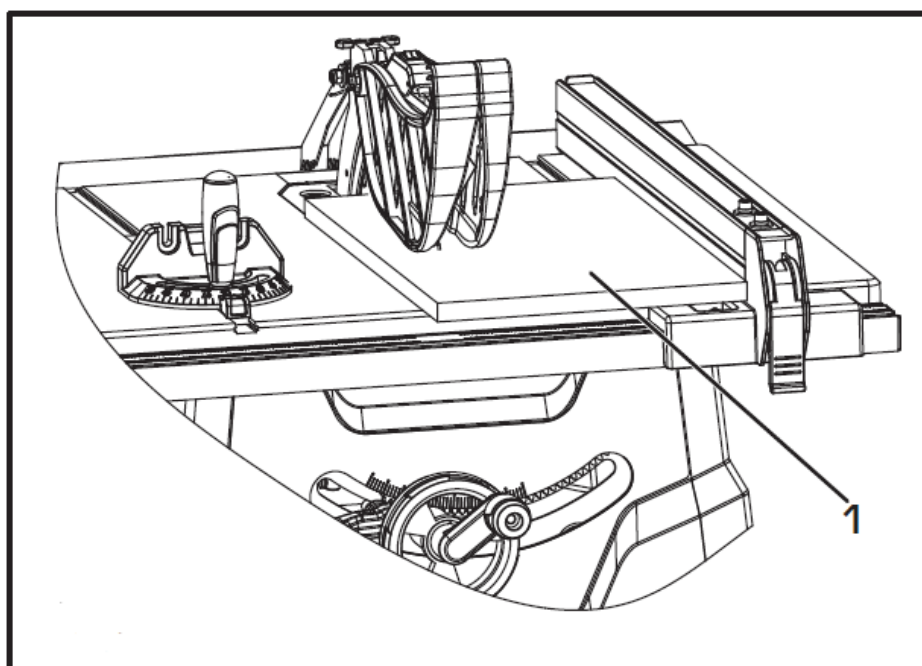
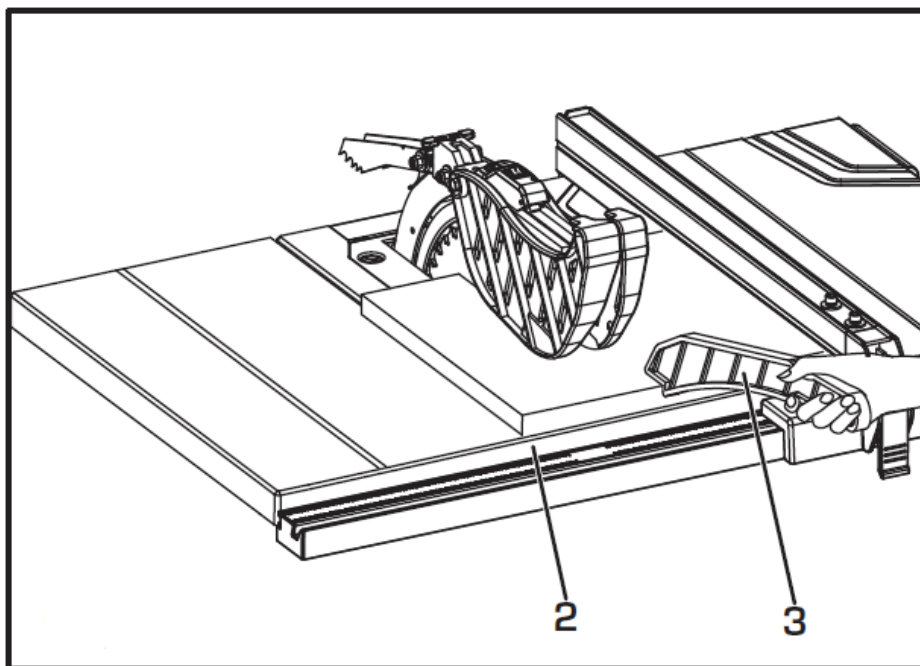

Рис. 28 Продольное пиление
Рис. 29 Использование толкателя
Продольное пиление (Рис. 28-Рис. 29)
5. Медленно подайте заготовку к пильному диску, продвигая вперед только ту часть заготовки (1), которая пройдет между пильным диском и направляющей линейкой (см. Рис. 28).
6. Держите большие пальцы рук подальше от столешницы. Когда оба ваших больших пальца коснутся переднего края стола (2), завершите пиление, используя толкатель (3). (См. Рис. 29).
7. Толкатель следует использовать всегда, когда распиленная заготовка (1) имеет ширину 2 дюйма (50 мм) или меньше.
#### Продольное пиление мелких деталей (Рис. 29)
2. Если необходимо сделать пропил небольшой ширины, и рука не может быть надежно размещена между пильным диском и направляющей линейкой, используйте один или несколько толкателей. Используйте толкатели, чтобы удерживать заготовку на поверхности стола и вдоль направляющей линейки и полностью протолкнуть заготовку за пильный диск (см. Рис. 29).